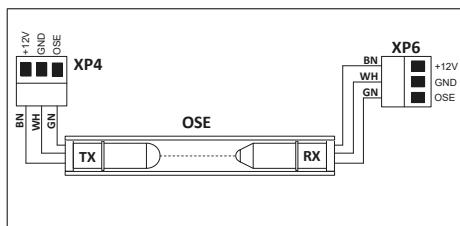

Рисунок 6 – Оптоэлектронная кромка безопасности (OSE)
- OFF – кромка безопасности оптоэлектронная OSE (Рисунок 6, 8, 9)
- OFF – кромка безопасности OSE однолучевая (Рисунок 6, 8)